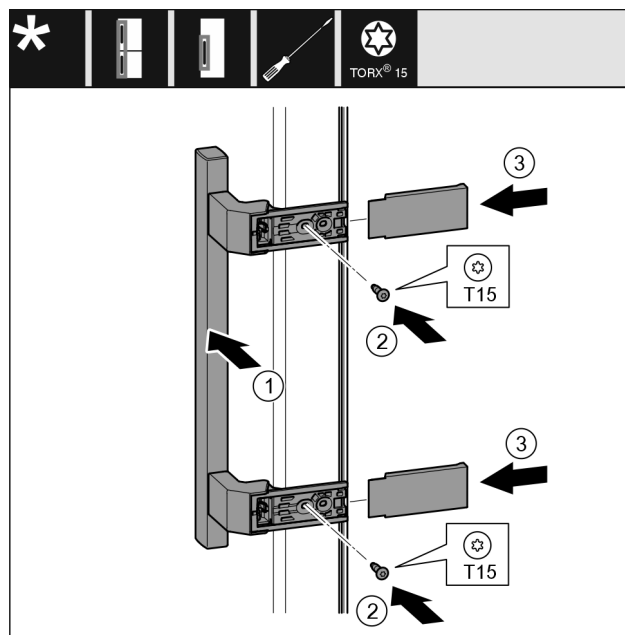

Fig. 28
- ▶ Nasad'te madlo Fig. 28 (1) na protilehlé straně.
- ▶ Šroubovákem šrouby Fig. 28 (2) pevně utáhněte.
- ▶ Kryty Fig. 28 (3) bočně nasad'te a nasuňte.